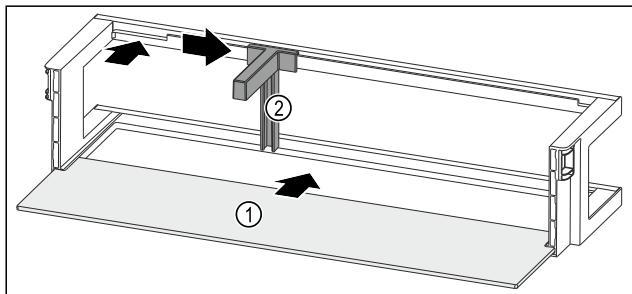

Fig. 101 Balconnet de contre-porte avec tablette de rangement
- ▶ Insérer la tablette de rangement Fig. 101 (1) dans les évidements latéraux.
- ▶ Insérer le porte-bouteilles Fig. 101 (2) dans l'évidement.
- ▶ Pousser le porte-bouteilles Fig. 101 (2) sur le côté en position souhaitée.